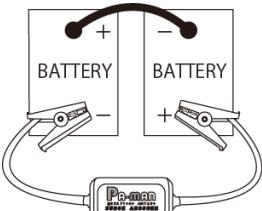

図 2
- ② 本商品のワニグチクリップをバッテリーの+端子と-端子に接続してください（+、-の区別はありません）。DC24V車に使用する時は、図2の様にバッテリーに接続してください。